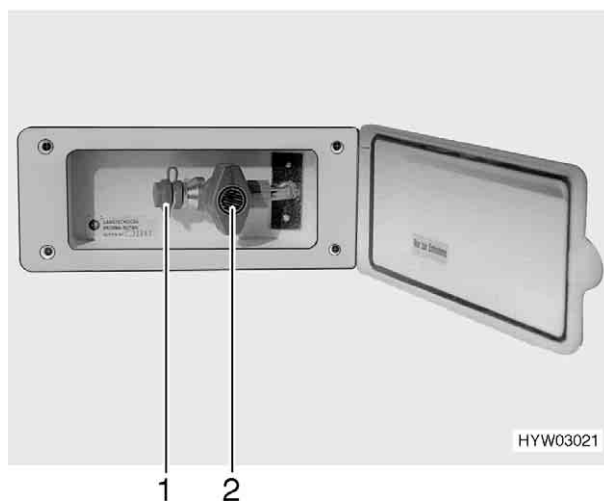

Fig. 61 Presa gas esterna, rubinetto chiuso
- ▶ Quando la presa gas esterna per il gas non viene utilizzata, chiudere sempre il rubinetto (Fig. 61,2).
- ▶ Accertarsi che dopo aver collegato l'impianto a gas e aver aperto il rubinetto non fuoriesca del gas dalla presa esterna (Fig. 61,1). Se la presa gas esterna perde, il gas si disperde nell'atmosfera. Chiudere immediatamente il rubinetto e la valvola principale di arresto della bombola del gas. Fare controllare la presa esterna del gas da un'officina autorizzata.
La presa gas esterna si trova (Fig. 61) sul lato anteriore destro vicino al vano portabombole.